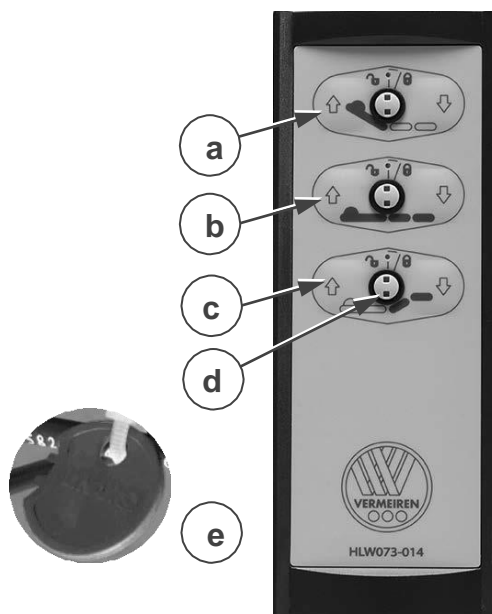

Figura 4 Telecomando e chiave di bloccaggio
2. Regolare l'altezza del letto servendosi del pulsante (b) del telecomando; vedere la Figura 4.
3. Aprire la sponda (3): tirare la manopola sferica nera (17) per sbloccare e abbassare la sponda.
5. Trasferimento sul letto. Utilizzare l'asta di sollevamento con la maniglia trapezoidale (2) per aiutarsi a spostarsi sul letto.
6. Chiudere la sponda (3): sollevare la sponda fino a quando si blocca.
1. Utilizzare il pulsante (a) del telecomando per abbassare completamente la sezione di supporto della testa; vedere la Figura 4.
3. Utilizzare la cinghia (12) per abbassare la sezione di supporto delle gambe; vedere il § 3.5.
4. Aprire la sponda (3): tirare la manopola sferica nera (17) per sbloccare e abbassare la sponda.
5. Regolare l'altezza del letto servendosi del pulsante (b) del telecomando; vedere la Figura 4.
6. Ruotare su se stessi per mettersi in posizione seduta con le gambe all'esterno del letto. Utilizzare l'asta di sollevamento con la maniglia trapezoidale (2) per aiutarsi a spostarsi sul letto.